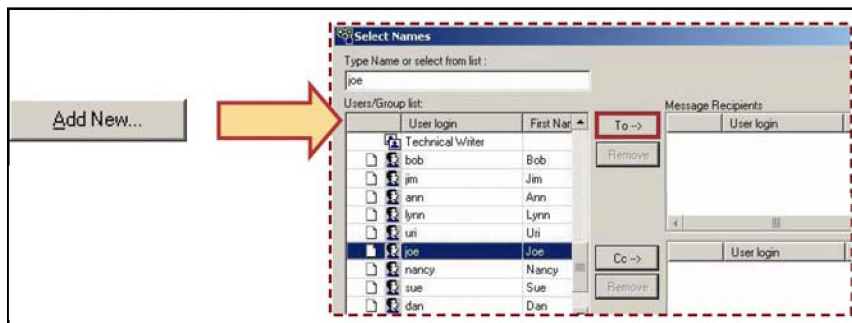

Рис.31. Назначение пользователей по узлам
- Нажмите ОК, чтобы закрыть диалоговое окно Executors (рис. 31).